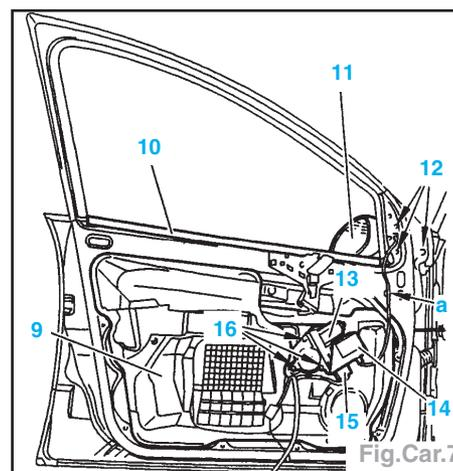

Fig.Car.7
- le connecteur (15) (Fig.Car.7),
- le connecteur (14).